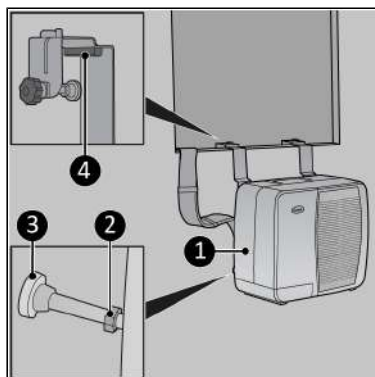

Figura 72.
4. Se necessario, usare il blocco rimovibile ( Figura 72, pos. 4) sui muri più sottili o sui telai delle finestre.
5. Assicurarsi che l'unità esterna ( Figura 72, pos. 1) sia dritta stringendo il dado ( Figura 72, pos. 2) sul bullone di regolazione. Assicurarsi che il paracolpi ( Figura 72, pos. 3) sia posizionato verticalmente.